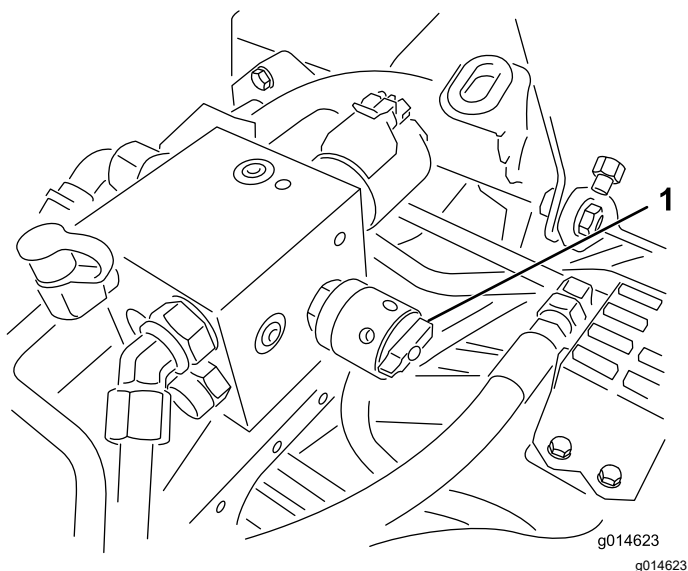

Рисунок 53
6. Поверните регулятор частоты вращения барабана в положение 1 (Рисунок 53).
4. Настройте частоту вращения барабана, повернув регулятор (Рисунок 53) так, чтобы стрелка указателя совместились с номером, который вы определили при выполнении пункта 3.